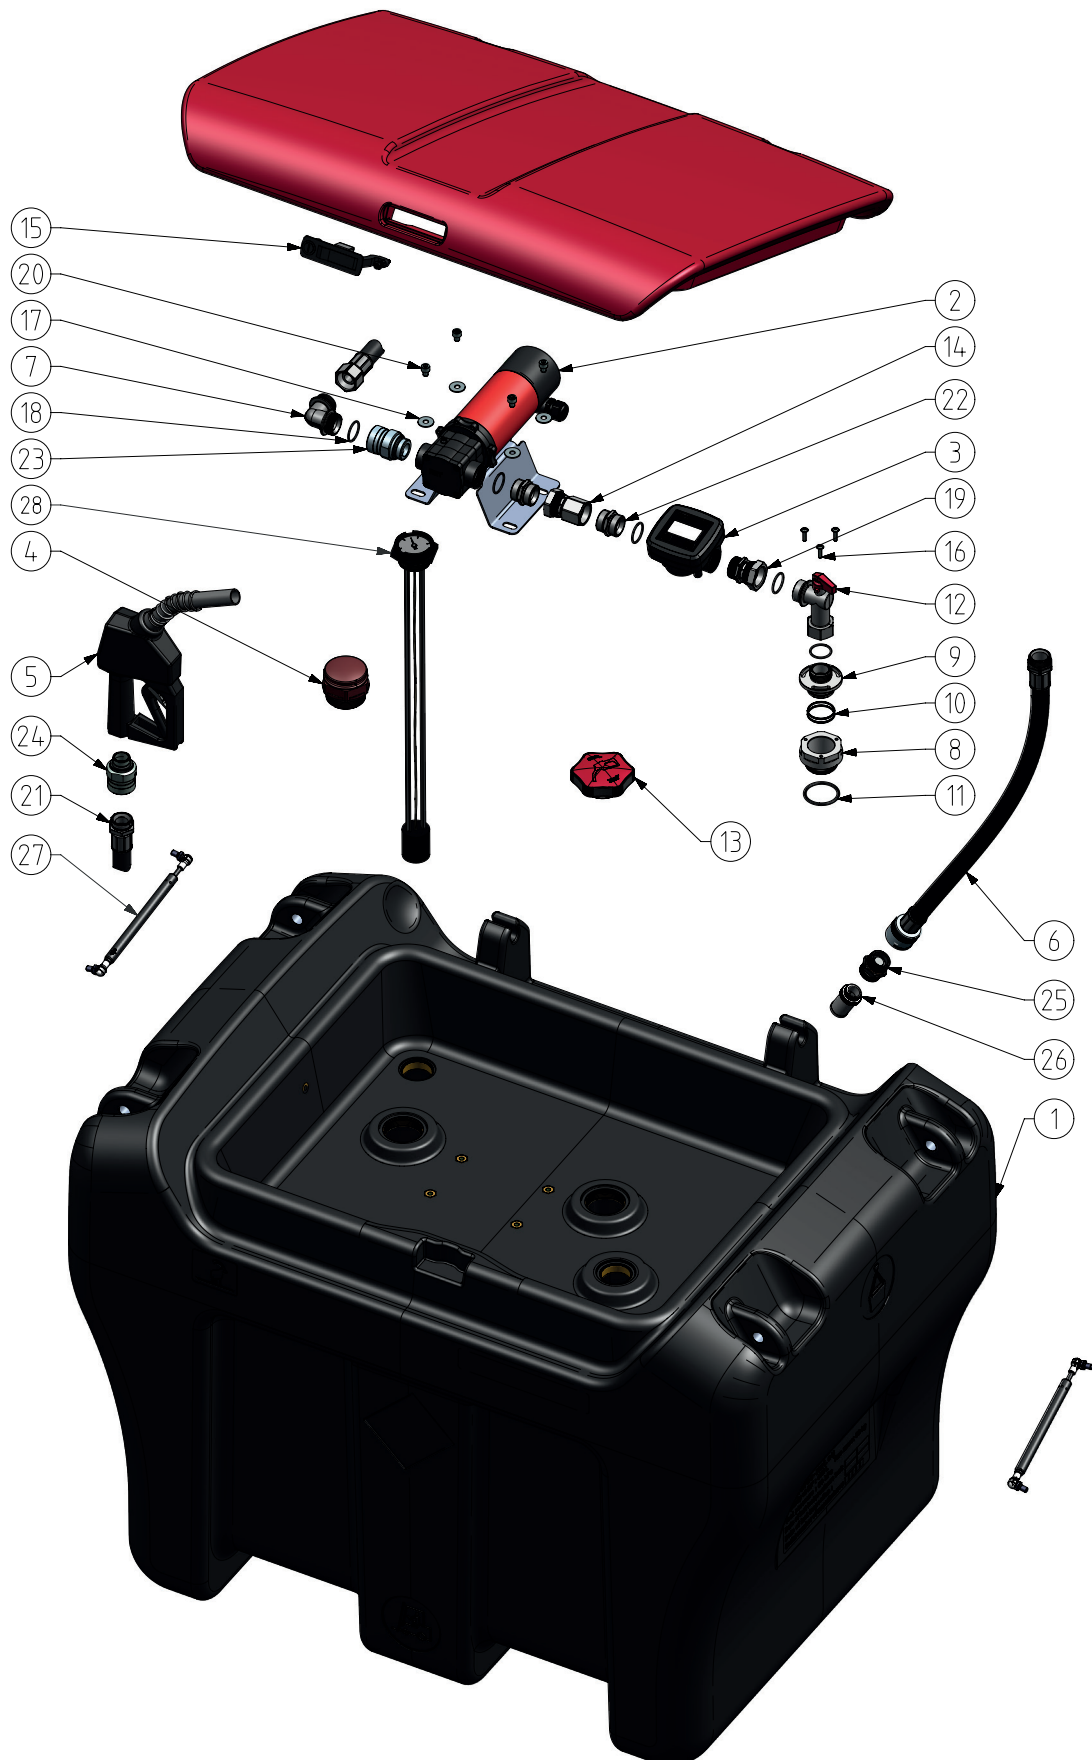

Abb. 18.-1: Explosionsdarstellung mobiMASTER-54 l/min
- Der Filter am Saugschlauch (⇨ Abb. 18.-1; Pos. 26) ist bei zu geringer Förderleistung gegebenenfalls zu reinigen.
- Das Zapfventil (⇨ Abb. 18.-1; Pos. 5) aus der Halterung nehmen und in den Einfüllstutzen des Fahrzeugs einführen. Drücken Sie den Auslöser erst, wenn die Pumpe (⇨ Abb. 18.-1; Pos. 2) läuft.
- Schalten Sie die Spannungsversorgung mithilfe des Schalters, welcher sich auf der rechten Seite der Dieselpumpe befindet, ein. (⇨ Abb. 18.-1; Pos. 2)
Tab. 18.-1: Übersicht der Einzelteile zur Abb. 18.-1